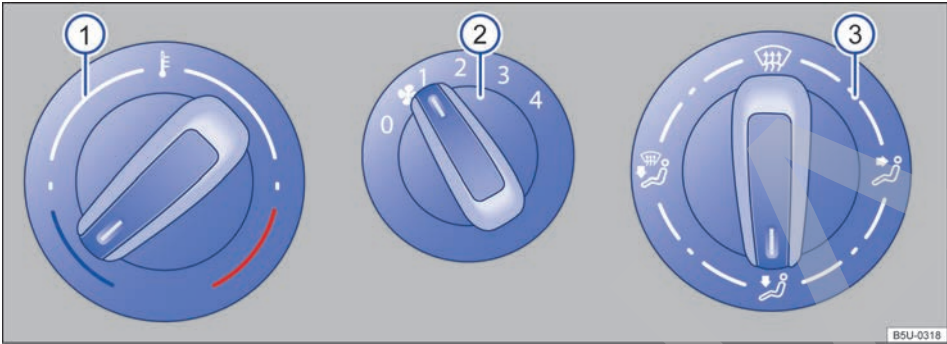
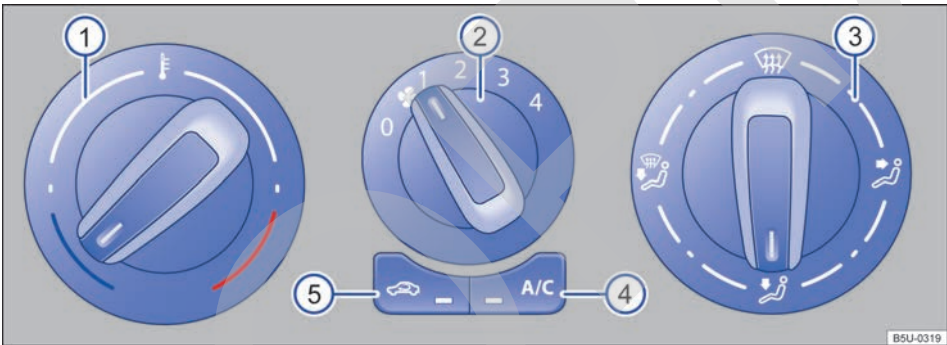

Fig. 117 Comandos del sistema de ventilación y calefacción.
Fig. 118 Comandos del aire acondicionado.
Comandos Información complementaria del sistema de calefacción y ventilación → fig. 117 y aire acondicionado → fig. 118.
Comandos	Información complementaria del sistema de calefacción y ventilación → fig. 117 y aire acondicionado → fig. 118.
- En vehículos con sistema de calefacción, girar el regulador de temperatura → fig. 117  totalmente hacia la derecha, a la posición máxima de calefacción.
- Girar el botón de distribución de aire → **fig. 118** ③ a la posición , en esta posición el modo de recirculación de aire se apaga automáticamente.
- Girar el botón del ventilador ② al nivel 3 o 4.
- Girar el regulador de temperatura ① a la posición deseada.